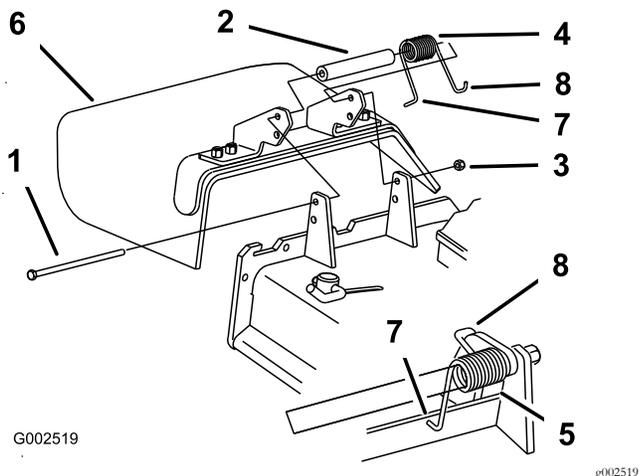

Figure 91
1. Retirez le contre-écrou, le boulon, le ressort et l'entretoise qui fixent le déflecteur aux supports de pivot (Figure 91).
Remarque: Prenez soin de placer l'extrémité en **L** du ressort derrière le bord du tablier avant de mettre le boulon en place, comme indiqué à la Figure 91.
5. Accrochez l'extrémité en **J** du ressort au déflecteur d'herbe (Figure 91).